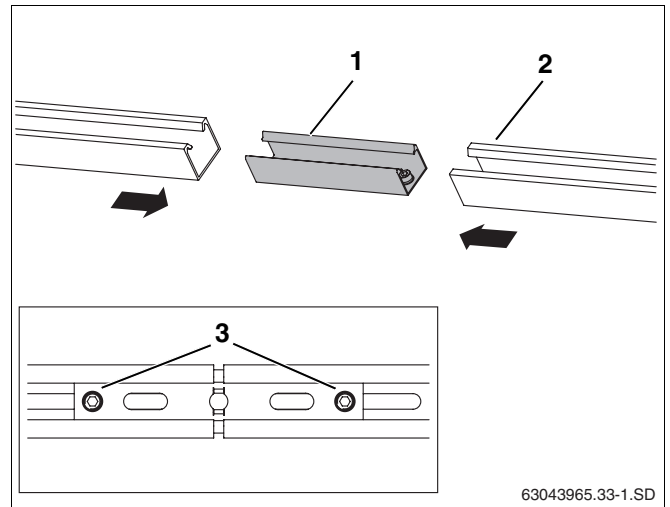

Fig. 31 Unión de los perfiles guía
- ▶ Deslice la pieza de unión (fig. 31, **pos. 1**) hasta el tope en ambos perfiles guía (fig. 31, **pos. 2**).
- ▶ Para enclavarlos, apretar ambos tornillos de sujeción M10 (fig. 31, **pos. 3**) en la pieza de unión con la llave de tamaño SW5.